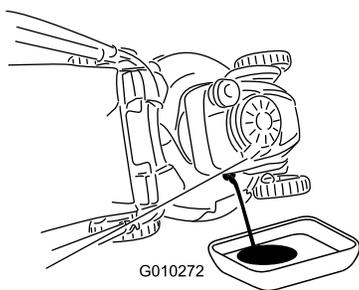

Figure 38
7. Basculez la machine sur le côté, tube de remplissage en bas, pour vidanger l'huile usagée dans le bac de vidange par le tube de remplissage (Figure 38).
- Si le niveau d'huile est trop élevé, vidangez l'excédent d'huile jusqu'à ce que le niveau d'huile soit correct, comme montré à la Figure 38.